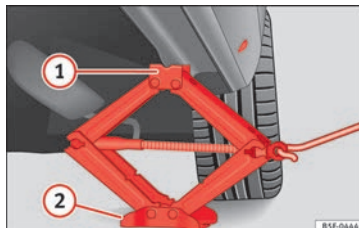

Fig. 76 Larguero: colocación del gato del vehículo.
- Gire la manivela del gato*, situado bajo el punto de apoyo del larguero, para elevarlo hasta que la pestaña ① » » fig. 76 quede situada bajo el alojamiento previsto.
- Alinee el gato* de modo que la pestaña ① “agarre” en el alojamiento previsto del larguero y la placa base móvil ② quede apoyada en el suelo. La placa base ② debe caer en la vertical respecto al punto de apoyo ①.